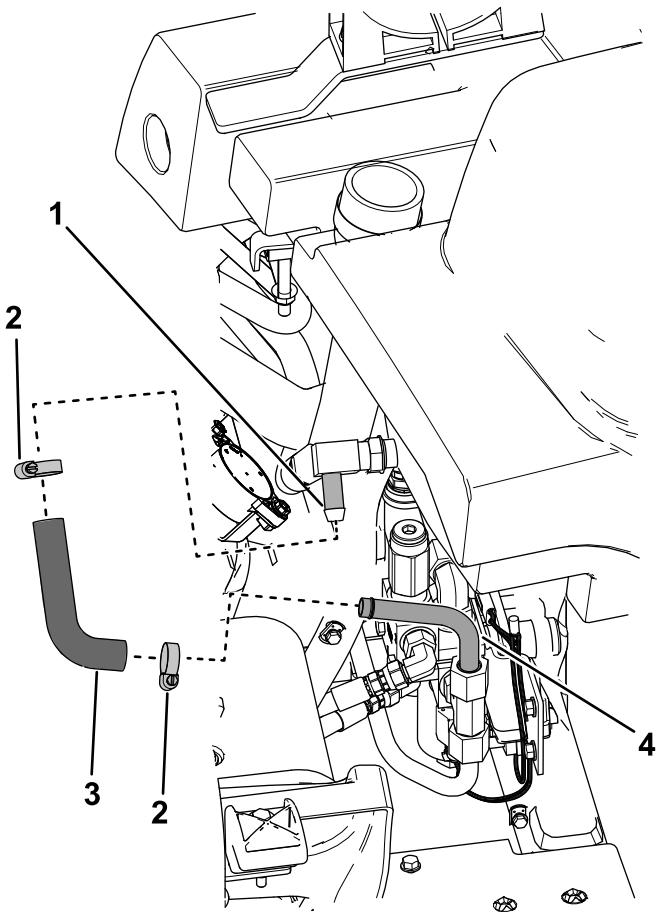
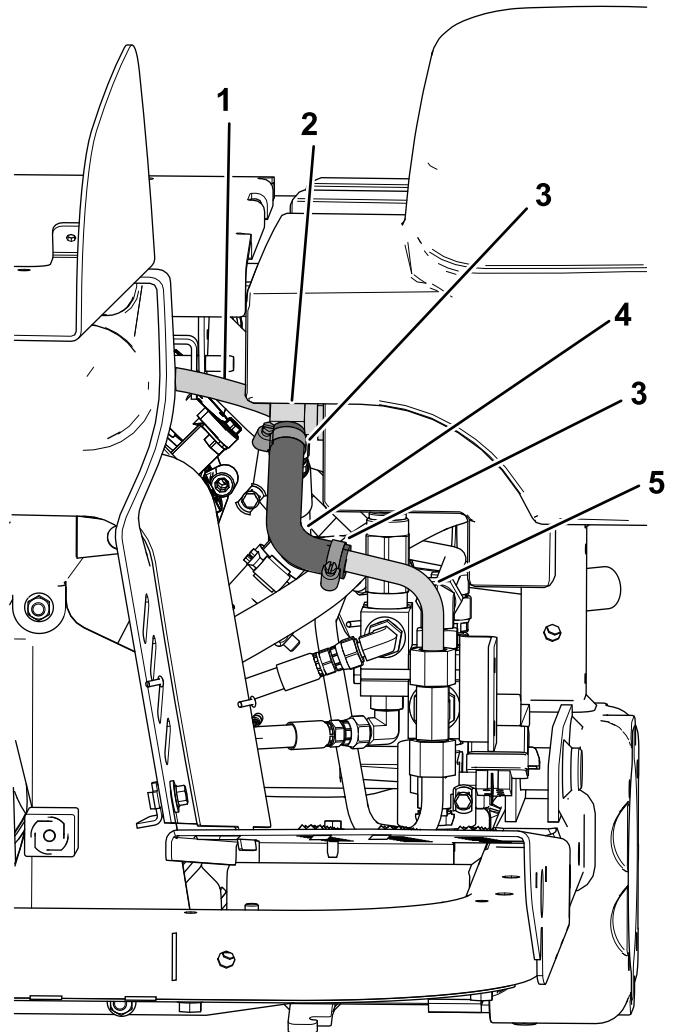

Figura 24
Figura 31
3. Conecte el tubo hidráulico n.º 4 al acoplamiento en T montado en el lateral de la válvula (Figura 24).
11. Deslice las 2 abrazaderas pequeñas sobre la manguera hidráulica pequeña moldeada (Figura 24 y Figura 31)
12. Conecte el extremo largo de la manguera moldeada al acoplamiento en T de 90° del depósito hidráulico (Figura 31).
13. Conecte el extremo corto de la manguera moldeada al extremo con espiga del tubo hidráulico n.º 4 (Figura 31).
15. Instale provisionalmente el tubo hidráulico (manguera) n.º 5 en el acoplamiento en T pequeño de 90° (Figura 31).